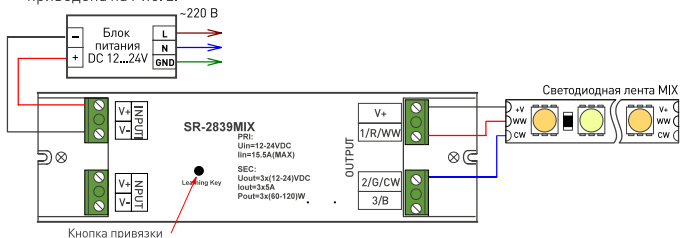

Рис. 2. Схема подключения оборудования с использованием контроллера SR-2839MIX.
3.4. Подключите контроллер и светодиодную ленту (см. инструкцию к контроллеру). Возможная схема подключения оборудования с использованием контроллера SR-2839MIX приведена на Рис. 2.